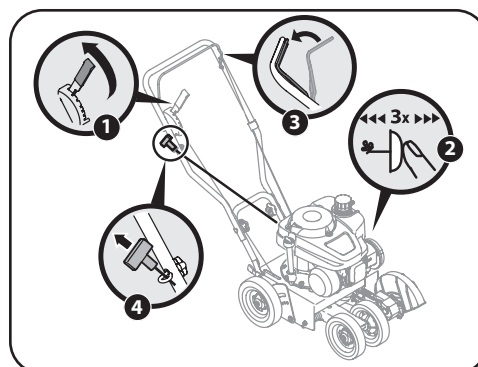

Figura 3-2
2. Empuje el cebador tres veces. Vea la Figura 3-2. No cebe el motor caliente para reiniciarlo luego de una detención breve.
4. Con la mano derecha, tome la manija del arrancador de retroceso y tire de la cuerda para sacarla con un movimiento rápido y continuo. Vea la Figura 3-2. Mantenga firme la manija del arrancador, deje que la cuerda regrese lentamente al arrancador. Repita hasta que el motor esté en marcha. Deje que la cuerda se enrosque lentamente de regreso.